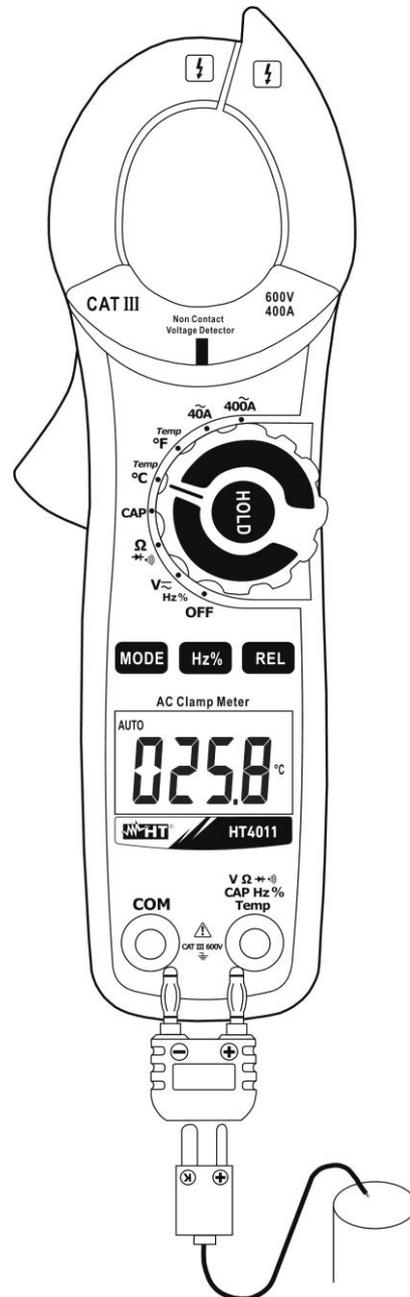

Fig. 8: Uso da pinça para medição da Temperatura
2. Inserir a sonda tipo K (fornecida) nos terminais de entrada **VΩ▶+•)CAPHz%Temp** e **COM** através do respectivo adaptador, respeitando a polaridade mostrada na Fig. 8. O valor da temperatura é apresentado no display